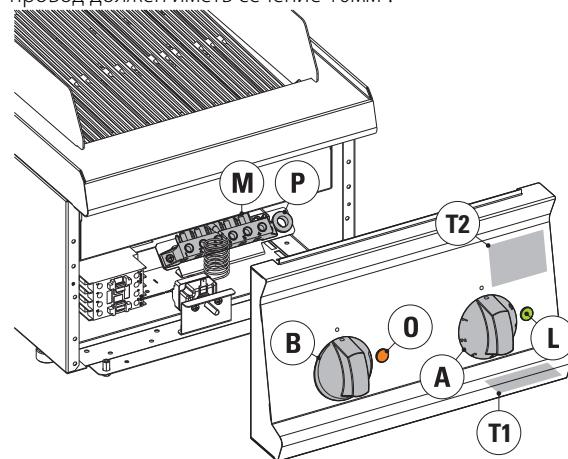

рис.2
Все модели поставляются без кабеля питания. Для доступа к клеммной коробке | M | рис.2 снять панель управления, отвинчивая винты, находящиеся в нижней части панели. Следуя инструкциям, приведенным на электрической схеме, подсоединить проводники кабеля питания к клеммной коробке. Соблюдать осторожность при проводке кабеля через кабельный зажим | P | рис.2 рядом с клеммной коробкой, кроме того, удерживать кабель в опоре на днище, блокируя его посредством специального кабельного зажима | Q | рис.1.
- Предохранительное устройство предотвращает использование прибора без воды, включенная оранжевая лампочка | O | рис.2 указывает на отсутствие воды в емкости, для восстановления уровня, повернуть ручку | B | рис.2
- Залить воду в емкость, поворачивая ручку | B | рис.2. В положении "конца хода" загрузочный клапан остается всегда открытым. В промежуточных положениях достигается переменный "поток" подачи воды.
- Повернуть ручку | A | рис.2, обеспечивая совпадения указателя панели управления с желаемым уровнем мощности.
- Включение зеленой индикаторной лампочки | L | рис.2 указывает на активацию регулировки мощности (наличие напряжения).
- Извлечь вверх водослив | D | рис.2 из гнезда и оставить вытечь воду.